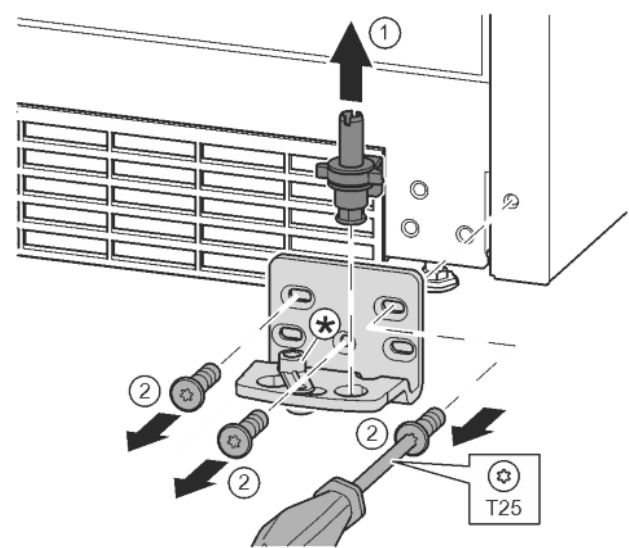

Fig. 15
- ▶ Ložiskový čep celý vytáhněte nahoru. Fig. 15 (1)
- ▶ Šroubovákem T25 vyšroubujte šrouby a sejměte stojan ložiska. Fig. 15 (2)